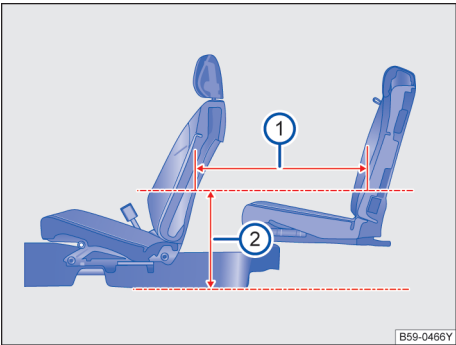

图 84 座间距
当前后排座椅都位于设计位置时，在距离地板位置 415mm 处 → 图 84 ②，座间距为 734mm
→ 图 84 ①。